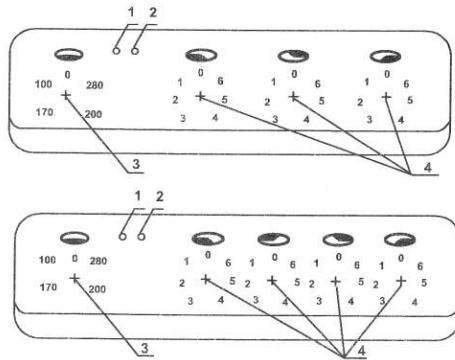

Рис. 2. Панель электроплиты (трех и четырехконфорочная)
- 5.3. Сигнальная лампочка конфорок рис.2 загорается при включении на любую степень мощности.
5.4. Регулировка мощности электроконфорок осуществляется при помощи переключателей, ручки которых расположены на панели управления электроплиты рис.2.
5.6. Сигнальная лампочка жарочного шкафа рис.2 загорается при включении его на любую степень мощности.
5.7. Регулирование мощности трубчатых электронагревателей жарочного шкафа производится переключателем мощности, ручка которого расположена на панели управления электроплиты, рис.2.